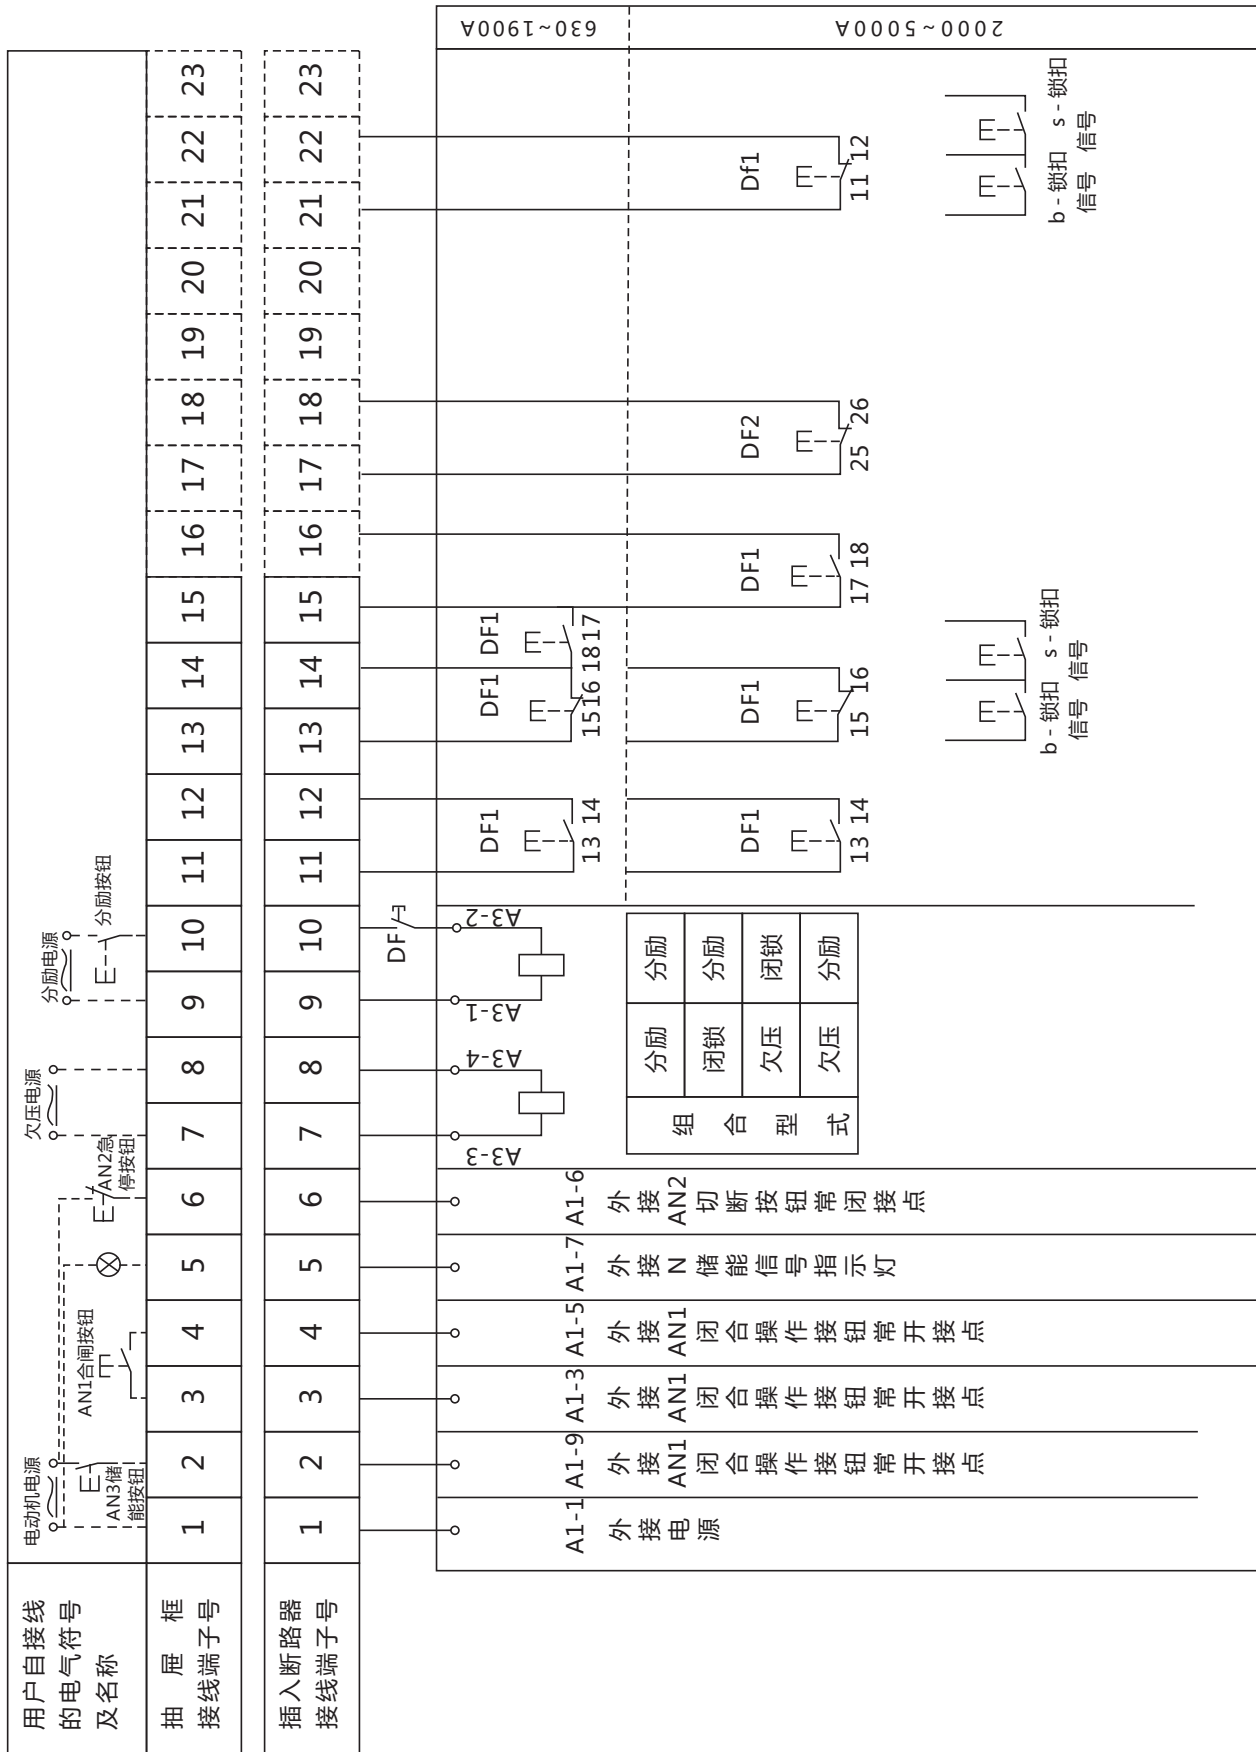

图17
b) 抽屉式断路器预储能带释能电动机操作二次回路接线说明见图17。